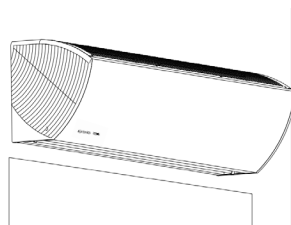

Imagen 3: Fije la cortina de aire
3. Fije la cortina de aire: Coloque la cortina de aire en el soporte del chasis y fjela con tornillos (Imagen 3).